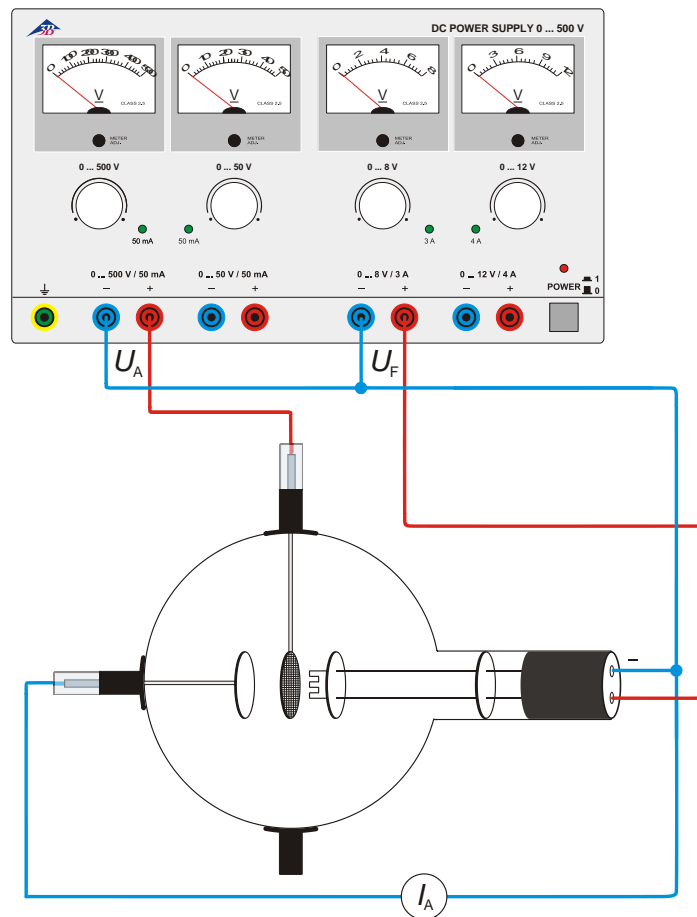

Fig. 3 Génération de rayons cathodiques
- Procédez au câblage de la figure 3, de façon à ce que la grille et la cathode représentent une diode. Branchez le pôle négatif de la tension anodique  $U_A$  à la borne de 4 mm marquée du signe « moins » sur le col du tube.